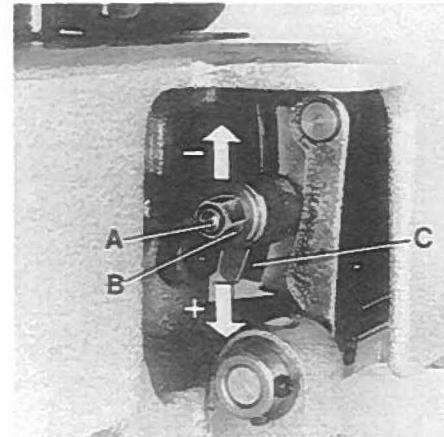

Fig.27
The length of the stitch can be adjusted by raising or lowering stud (A, Fig. 27) in the segment slot of feed rocker (C) located at the rear of machine below the cloth plate. Lowering stud (A) will lengthen the stitch, raising the stud will shorten the stitch. After loosening nut (B), stud (A) can be moved accordingly. When the desired stitch length is obtained, retighten nut (B).
Die Stichlänge kann durch höher oder tieferstellen des Bolzens (A, Fig. 27) in der Nut des Transportantriebsrahmens (C), hinten an der Maschine unter der Stoffplatte, verändert werden. Tieferstellen des Bolzens (A) verlängert den Stich, höherstellen verkürzt ihn. Nach Lösen der Mutter (B) läßt sich der Bolzen (A) entsprechend verschieben. Wenn die gewünschte Stichlänge eingestellt ist. Ziehen Sie die Mutter (B) wieder an.